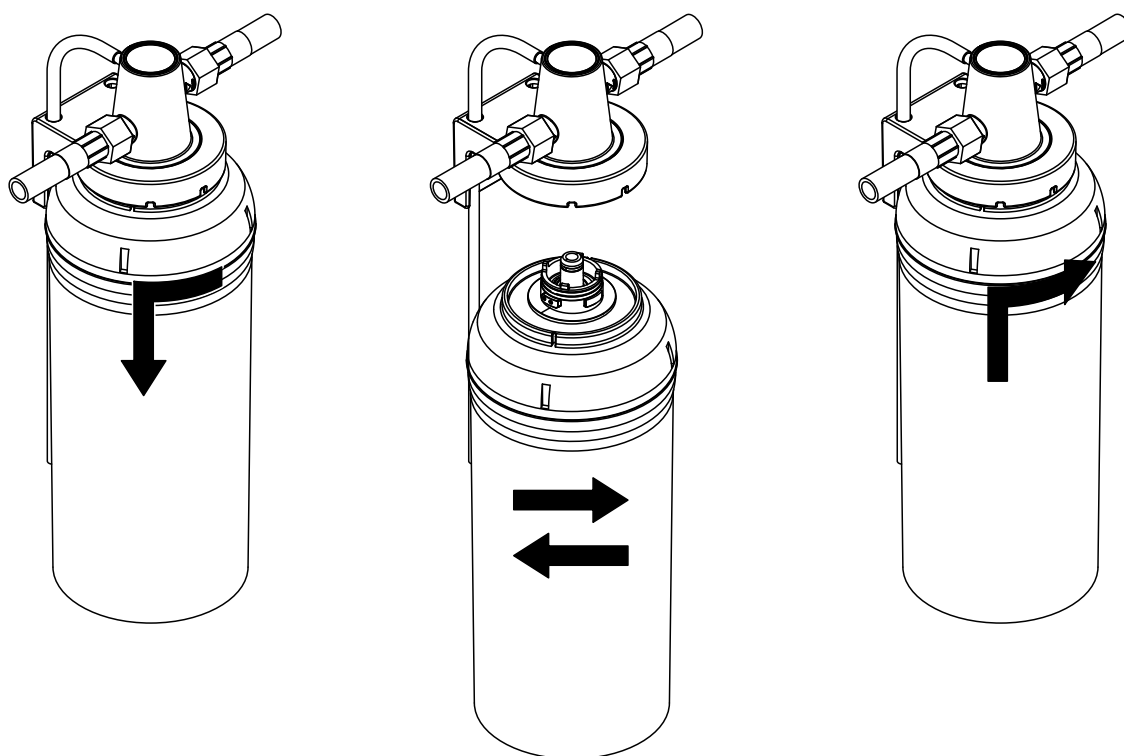

Fig. 18: Démontage d'une cartouche filtrante usagée
4. Tenez fermement avec les deux mains la cartouche filtrante sur le pourtour, afin qu'elle ne tombe pas lors du démontage. Tournez ensuite la cartouche filtrante avec précaution comme indiqué dans l'Fig. 18 à gauche à fond dans le sens de la flèche (environ 45°), et retirez la cartouche filtrante.
7. Poussez la cartouche filtrante vers le haut tout en la tournant jusqu'à ce qu'elle s'enclenche dans la fermeture à baïonnette de la tête du filtre. Tournez ensuite la cartouche filtrante à fond dans la tête du filtre dans le sens de la flèche (environ 45°) comme indiqué dans l'Fig. 18 à droite, en exerçant une légère pression vers le haut.